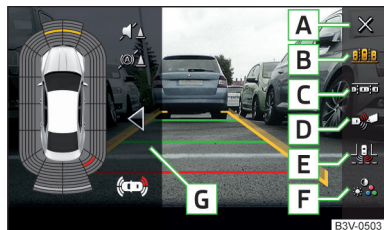

Fig. 281
Suprafețe de comandă funcții » fig. 281
- Atingeți suprafața de comandă funcției **C** » fig. 281 la pagina 242.